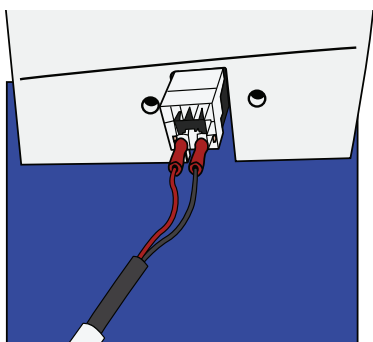

Figure 28
10. Coupez les attaches de câble sous le rebord et déconnectez l'arrêt d'urgence. Voir Figure 28.